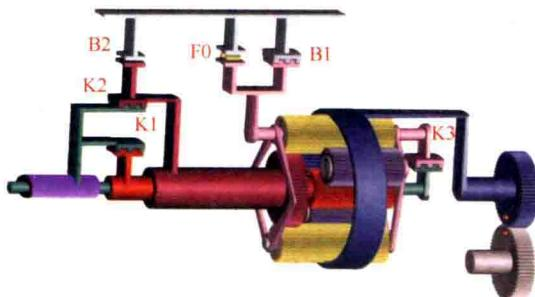
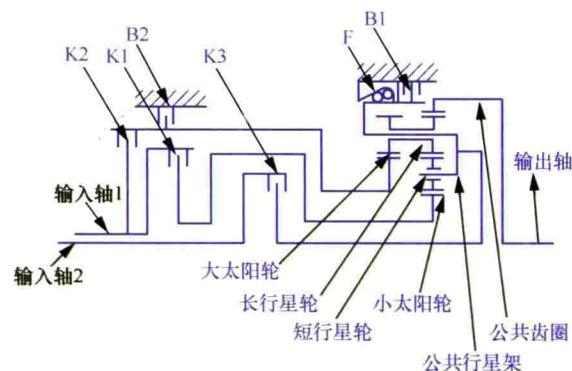

图 1-1 拉维娜式结构示意图
图 1-2 拉维娜式传动原理示意图
(1) 拉维娜式行星轮机构 拉维娜式行星轮机构由大太阳轮、小太阳轮、长行星轮、短行星轮、前后排公共齿圈以及公共行星架 (长短销) 组成。
(2) 行星排 两个行星排即前行星轮排、后行星轮排。前排为单级结构，后排为双级结构，前后排共用一个环齿圈和一个行星架 (有些拉维娜式行星排的后排为单级结构，前排为双级结构)。
(3) 齿轮啮合 小太阳轮与短行星轮外啮合 (外啮合改变旋转方向)，短行星轮再与长行星轮外啮合 (外啮合改变旋转方向)，长行星轮与环齿圈内啮合 (内啮合旋转方向相同)，齿圈与输出轴相连。行星轮机构中的两个太阳轮独立运动。
(4) 动力传递 通过离合器接合将动力分别传给两个太阳轮或行星架，可以得到四个前进档和一个倒档，如图 1-1、图 1-2 所示。